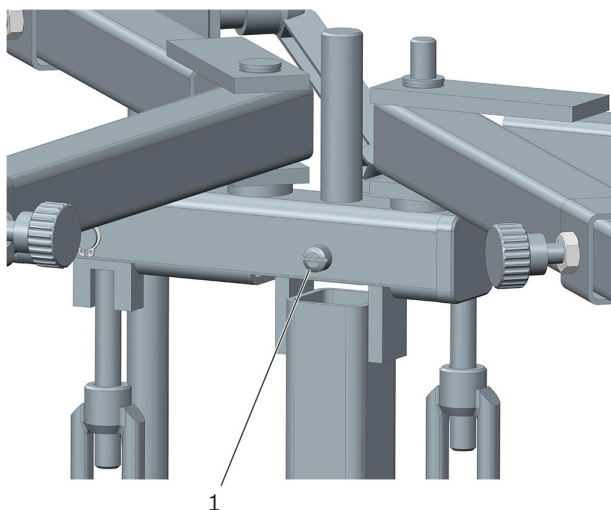

Figure 11: Position de la vis de l'axe 1. La vis de l'axe 2 se trouve du côté opposé (non visible).
- ▶ Assurez-vous que les vis de l'axe (2 pièces) sont correctement fixées dans la zone de pivotement du support de boîte de vitesses (voir figure 11).